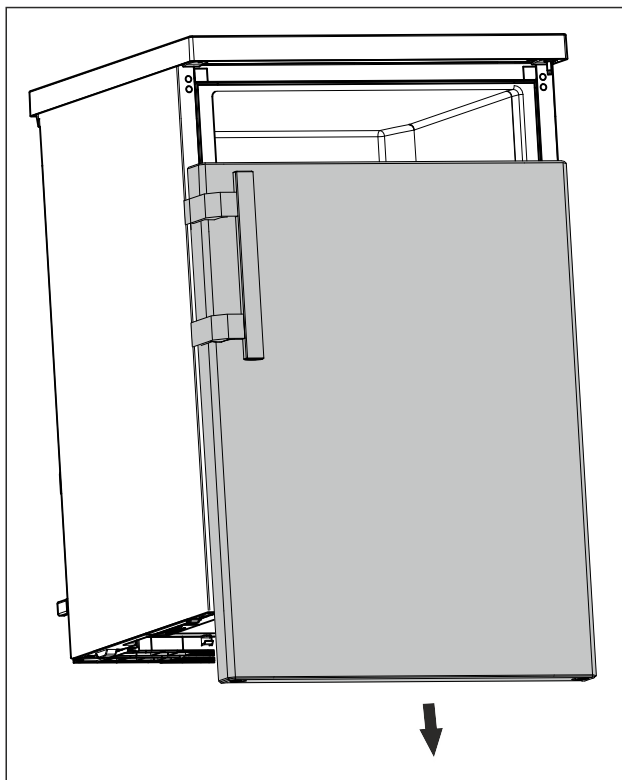

Fig. 17
- Vegye le lefelé az ajtót. (lásd Fig. 17)